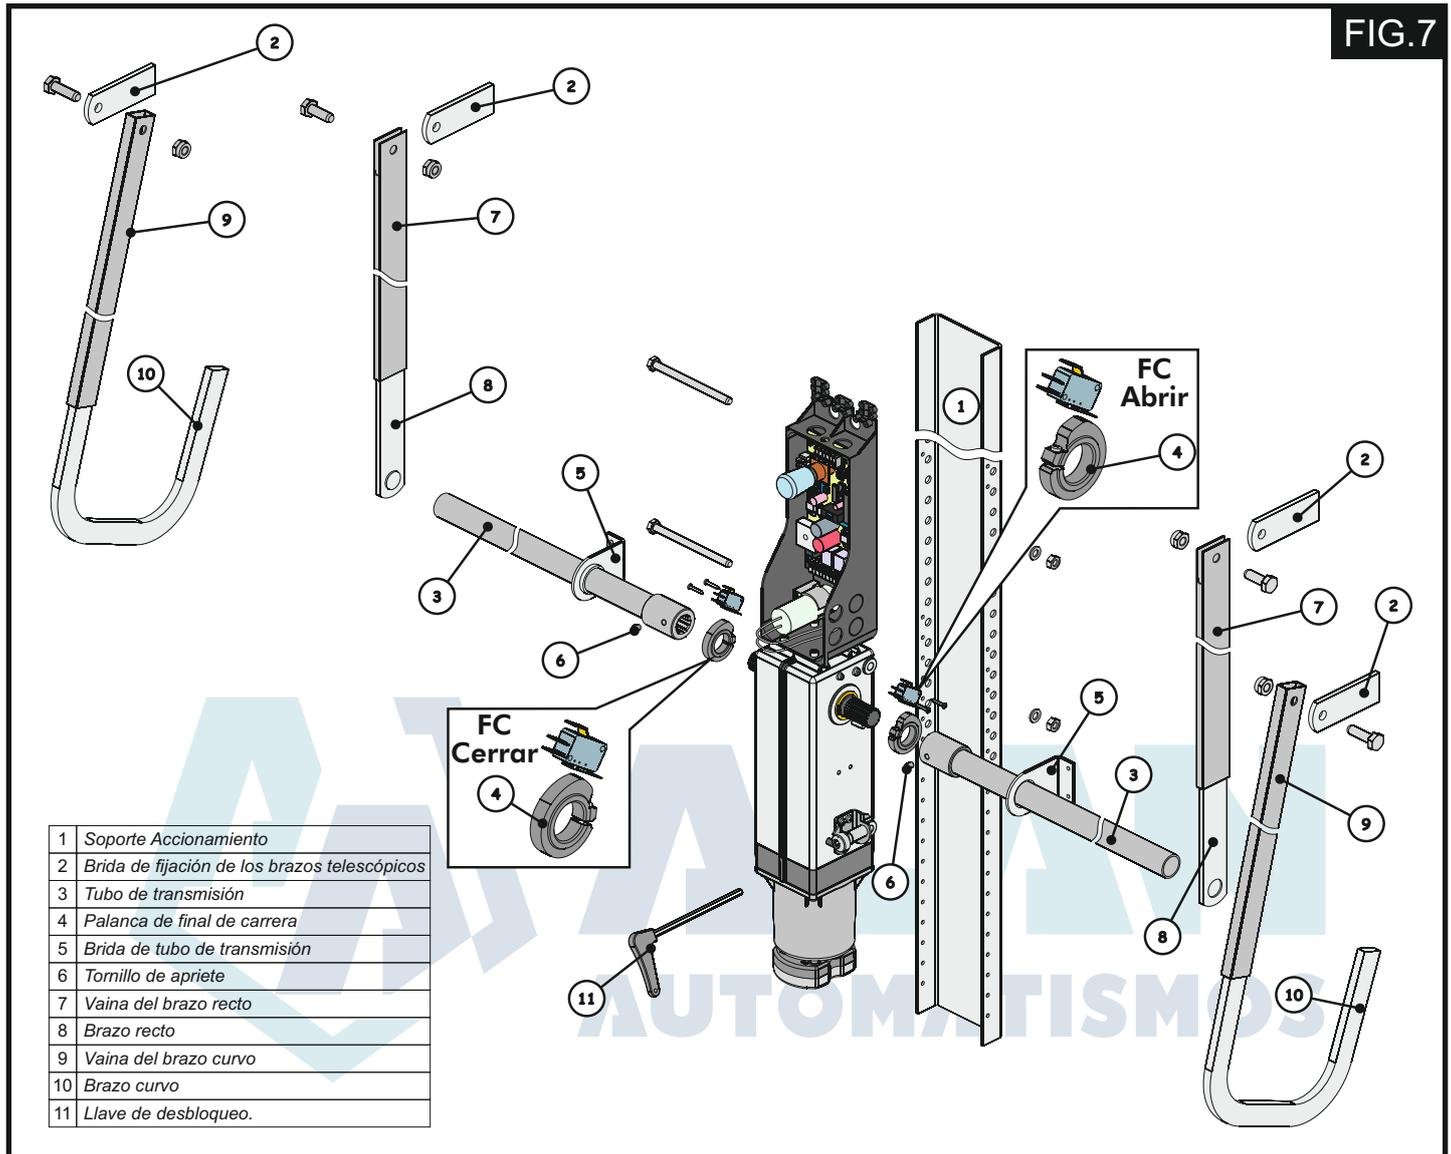

FIG.7
3º Fije el Accionamiento al soporte: Utilice los tornillos que lo acompañan (Fig.7).
Fije las vainas de los brazos telescópicos a las bridas mediante los pernos y los tornillos que los acompañan (Fig.7).
**Si va a colocar finales de carrera (opcionales), inserte primero las levas, como se ve en la (Fig.7).**
- 1º Abra la puerta hasta el punto deseado; regule la leva hasta que se active el microinterruptor (FC Abrir) Final de carrera de abrir (vea Fig.7, Pág.7).
- 2º Cierre la puerta; regule la leva hasta que se active el microinterruptor (FC Cerrar) Final de carrera de cerrar (vea Fig.7, Pág.7).